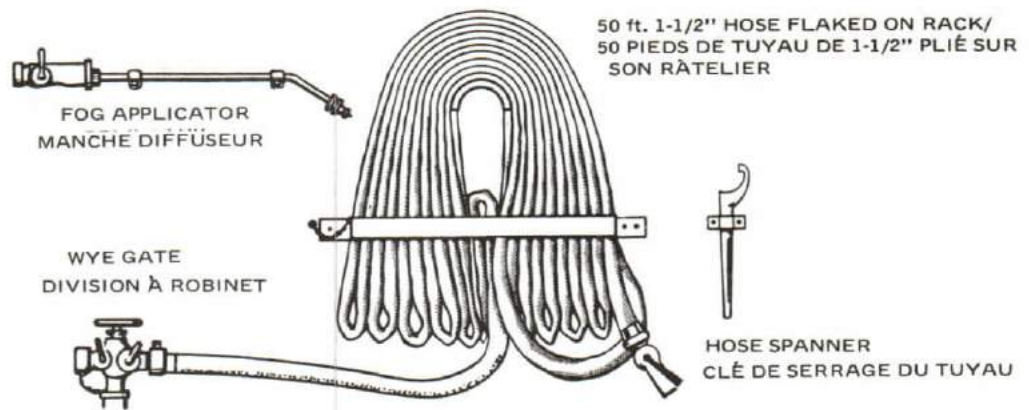

Figure 8-61
2. Diameter sizes are 1-1/2-inch and 2-1/2-inch. 1-1/2-inch hoses are provided for firefighting below decks as they are easier to handle in confined spaces. 2-1/2-inch hoses are used on the open decks of large ships and ships carrying helicopters. They are also used as "jumper lines" for bridging damaged portions of the firemain. See Figure 8-61.
2. Les tuyaux ont un diamètre de 1 1/2" ou de 2 1/2". Ceux de 1 1/2" sont employés sur les ponts inférieurs car ils sont plus faciles à manier dans les espaces restreints. Les tuyaux de 2 1/2" sont utilisés sur les ponts découverts des gros navires et des porte-hélicoptères. On les emploie aussi pour raccorder deux sections avariées du collecteur d'incendie (voir la figure 8-61).